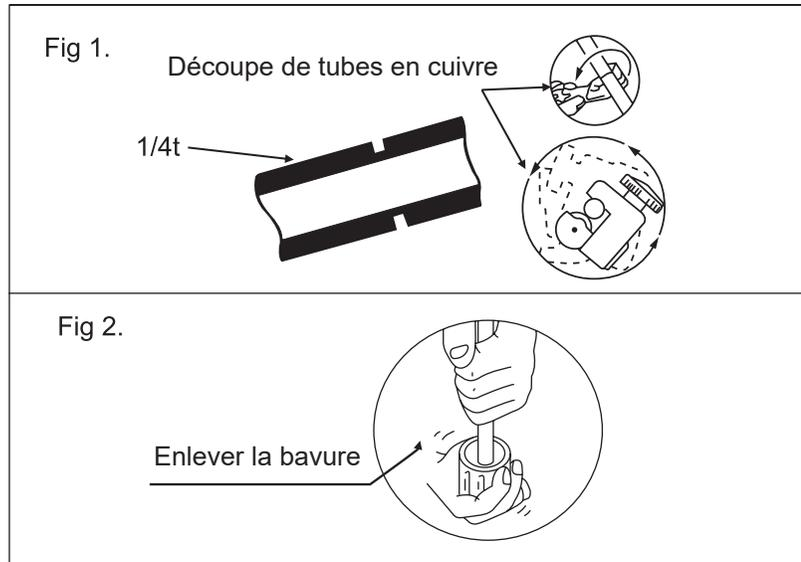

Fig 3.
- La longueur exacte du tuyau dépassant de la surface supérieure du bloc de sertissage est déterminée par l'outil d'évasement. Voir Fig 3.